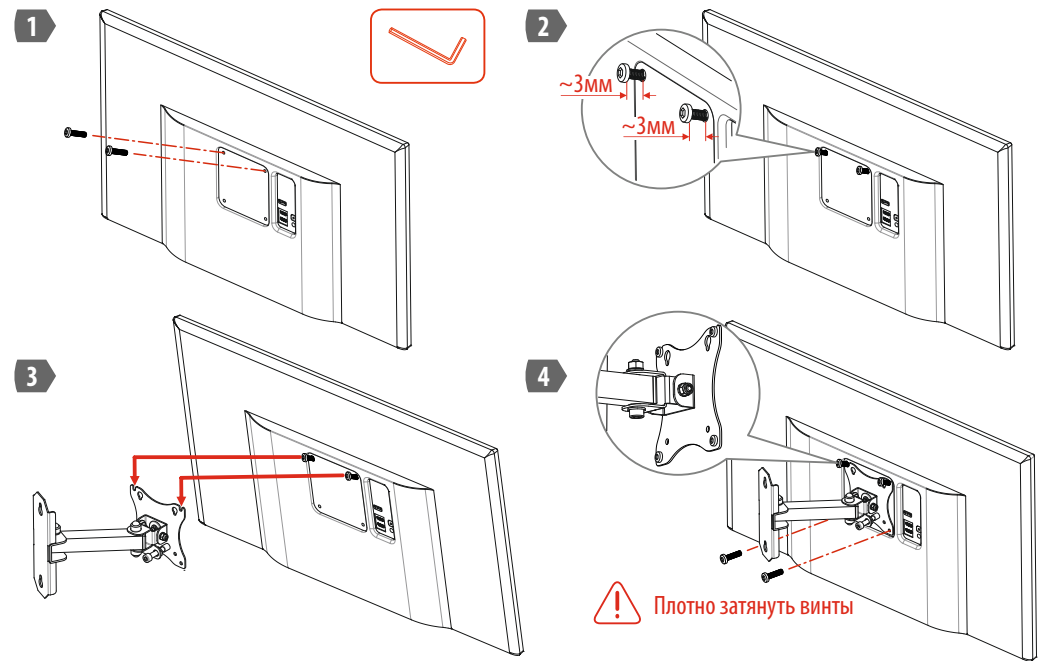

Рисунок 2. Монтаж телевизора/монитора на держатель (для VESA MIS-D 75, VESA MIS-D 100)
4.6 Процесс монтажа телевизора на держатель для VESA MIS-D 75, VESA MIS-D 100 показан на рис.2. Вверните винты M4 в крепёжные отверстия VESA на телевизоре/мониторе, оставив расстояние между головкой и корпусом около 3мм. Навесьте телевизор/монитор на держатель и вверните нижние винты в крепёжные отверстия VESA. Протяните все винты, убедитесь в отсутствии люфта монитора.